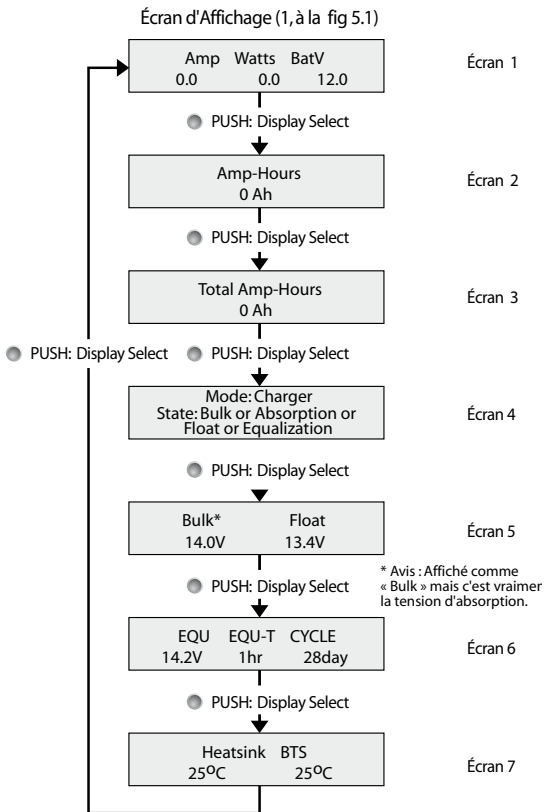

Fig. 5.3. Écran d'Affichage ACL
Pendant cette étape, l'écran LCD 4 (Fig 5.3) affiche «State: Equalization». L'écran LCD 6 (Fig 5.3) affiche les paramètres d'égalisation programmés. L'écran 1 (Fig 5.3) montre la valeur programmée du point de consigne de régulation de tension d'égalisation «Ve» sous «BatV». Le voyant d'état du panneau avant clignotera en orange, une fois par seconde.
*Remarque: Pendant l'étape d'égalisation, si le courant de charge est plus grand que le courant du panneau solaire, la tension de batterie va baisser. Si la tension de batterie baisse jusqu'à environ 1V en-dessous du point de réglage de tension d'égalisation « Ve » pour environ 1 min, le contrôleur retourne à l'étape de Masse. Le Cycle de Service MLI est changé à 100%. L'écran ACL 4 (La Fig 5.3) va toujours indiquer « State: Equalization » et A DEL de Statut sur la plaque frontale va continuer à clignotant en Orange. Il va retourner à la MLI quand la tension de batterie atteint le point de réglage de tension d'égalisation « Ve » est peut-être soutenu pour une période minimale d'environ 50 à 55 sec.*
**Étape- 3: Étape de Maintien.** Le contrôleur entre cet étape de l'étape d'égalisation précédent au point « D1 » après que la tension de batterie est gardée au point de réglage de tension d'absorption « Ve » pour une période continue ou cumulatif d'1 /2 / 3 Hr. Pendant cet étape (Portion de Courbe « D1 » à « E1 »), l'interrupteur fonctionne par le contrôle MLI en alimentant un courant de court-circuit pulsée « Icc » avec un Cycle de Service très bas de 0% à < 10% pour garder la tension de batterie constante au Point de Réglage de Tension De Maintien « Vf » Pendant cet étape , la batterie est 100% chargée et exige un très bas charge d'entretien 0.1% de la Capacité Ah afin de récompenser la batterie pour sa auto-consommation. La batterie peut rester dans cet étape pour une période prolongée. Pendant cet étape, l'écran ACL 4 (la Fig 5.3) affiche « State: Float ». L'écran 5 (la Fig 5.3) affiche le point de réglage de tension de Maintien (Affiché sur l'écran sous « Float »)
**REMARQUE:** Pendant l'étape de Maintien, si le courant de charge est plus grand qui le courant du panneau solaire, la tension de batterie va baisser. Si la tension de batterie baisse jusqu'à environ 1V en-dessous du point de réglage de tension de maintien « Vf » continu pour environ 1 hour, le contrôleur retourne à l'étape de Masse. Le Cycle de Service MLI est changé à 100% et l'écran ACL 4 (La Fig 5.3) change à « State: Bulk ».
Affichage (3, à la Fig 5.1)	Poussez pour changer l'écran d'affichage ACL (Voir la Fig. 5.3) Poussez et tenez pour réinitialiser les Ampère-Heures.
(3, à la Fig. 5.1) est utilisé pour manipuler les fonctions ACL. Chaque fois que le poussoir est appuyé, ça va faire défiler l'affichage. La séquence de défilement est montré à la Fig.5.3. Veuillez noter que les 7 écrans sont séquentiels, donc ils sont affichés dans une boucle continue : 1-2-3-4-5-6-7-1-2-3 et ainsi suite (Voir la Fig. 5.3). Quand les écrans 2 à 7 sélectionnés, ils seront affichés pendant 15 minutes, et puis retourneront à l'écran 1 (l'écran par défaut). L'information détaillée fournie sur les écrans ACL (la Fig 5.3)est indiquée ci-dessous :
- Dès que la Batterie (+) est branché, la DEL de Statut (2, à la Fig 5.1) serait allumé (Orange) et le message « Welcome to Samlex Solar 1.0 » serait affiché pour environ 3 à 5 sec. Après, la DEL va clignoter en Vert & l'Écran 1 (Fig 5.3) serait affiché: Amp 0.0; Watt 0.0; BatV = "the battery voltage.